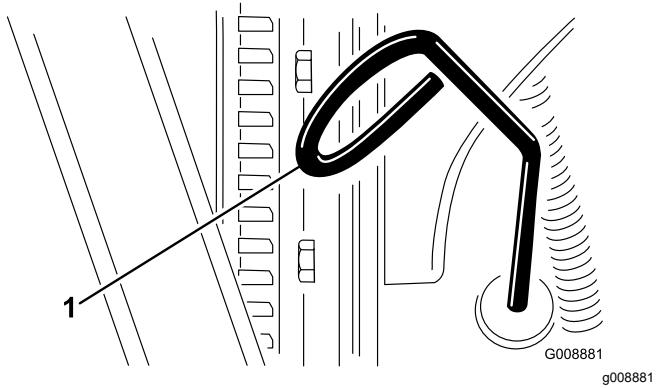

Figura 25
2. Retire la varilla (Figura 25) y límpielo con un paño limpio.